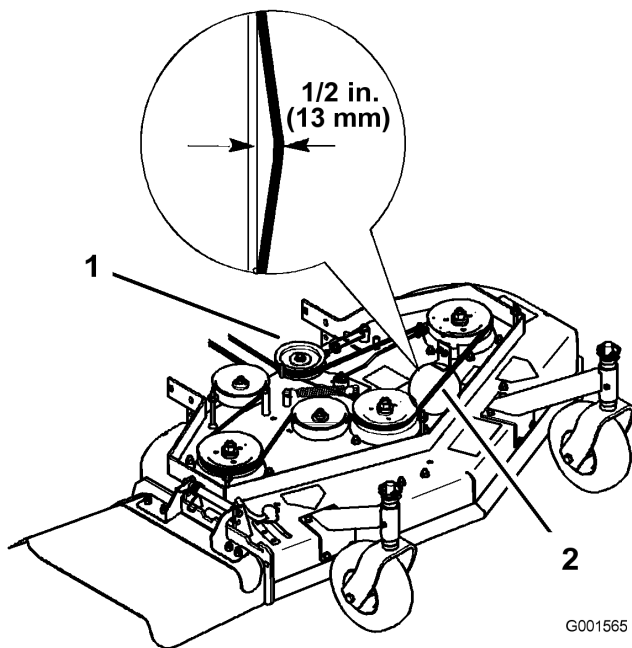

Figura 38
4. Retire la polea tensora y la correa desgastada (Figura 38).
Nota: La tensión correcta de la correa del cortacésped es de 44-67 N (10-15 lbf.) con la correa desviada 13 mm (1/2 pulg.) en el punto intermedio entre las poleas (Figura 38).